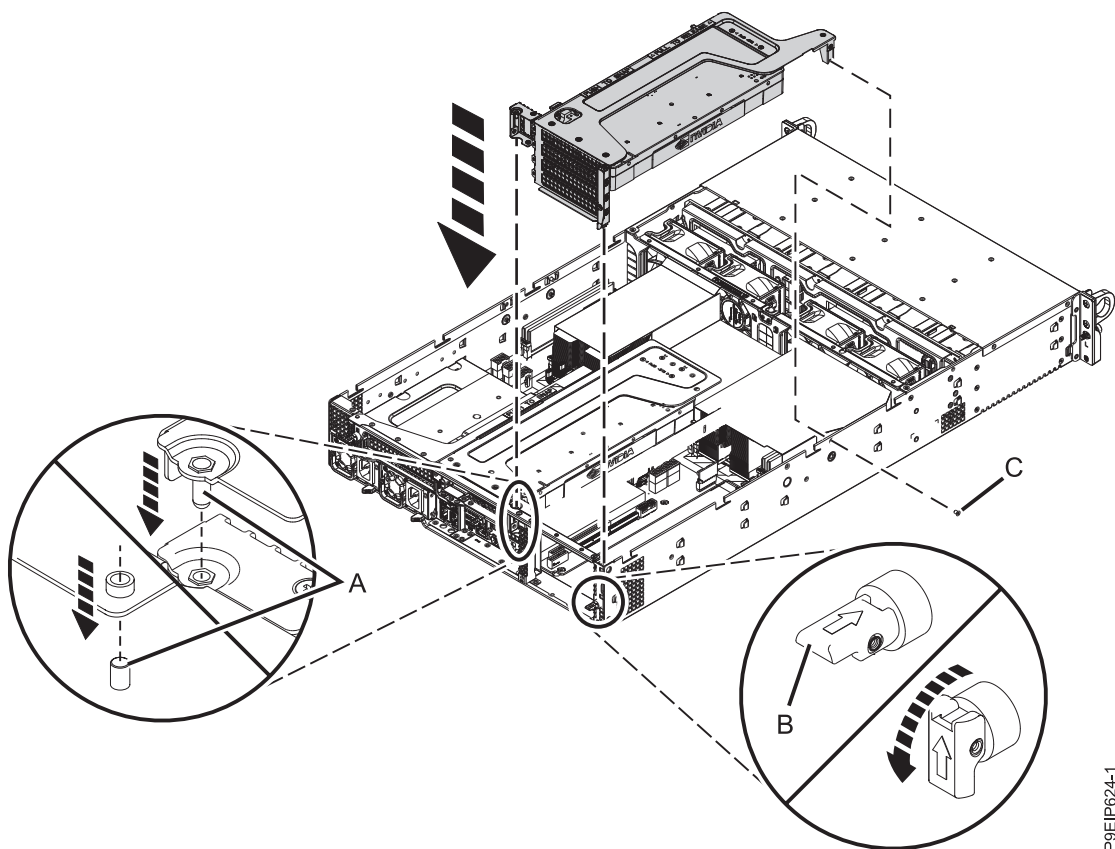

Figure 60. Insertion d'un connecteur de bus de carte PCIe
- e. Insérez le connecteur de bus PCIe comme indiqué dans la figure 60, à la page 54.
- 1) Rétractez la goupille de retenue (B) de manière à ce que la flèche pointe vers le système.
- 2) Insérez le connecteur de bus en utilisant les emplacements et les broches d'alignement (A) pour insérer correctement le connecteur de bus. Poussez le connecteur de bus fermement dans le fond de panier système.
- 3) Mettez en place la goupille de retenue (B) pour sécuriser le connecteur de bus.
- 4) Remettez en place la vis (C) sur le côté du système.